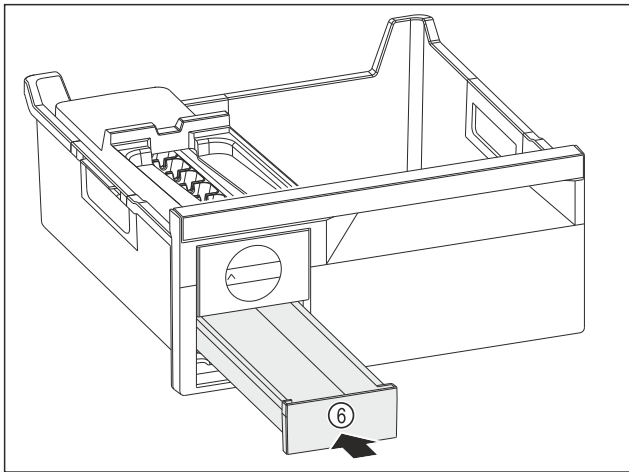

Fig. 92
- ▶ Zásuvku na kostky ledu Fig. 92 (6) zasuňte.